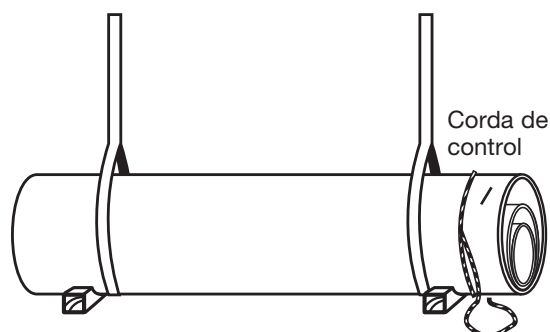

Figura 2-6 Duplo ponto de fixação para tubos empilhados
- 1** O lote dos tubos enfiados deverá içar-se mediante o uso de dois pontos de suspensão, no mínimo (**Figura 2-6**). As limitações de distância entre fitas e os pontos de apoio serão os fixados para cada projecto (caso exista). Deve-se verificar se os tirantes que vão suspender têm resistência suficiente para suportar o seu peso, devendo o peso ser calculado em função dos pesos aproximados constantes do **apêndice A**.